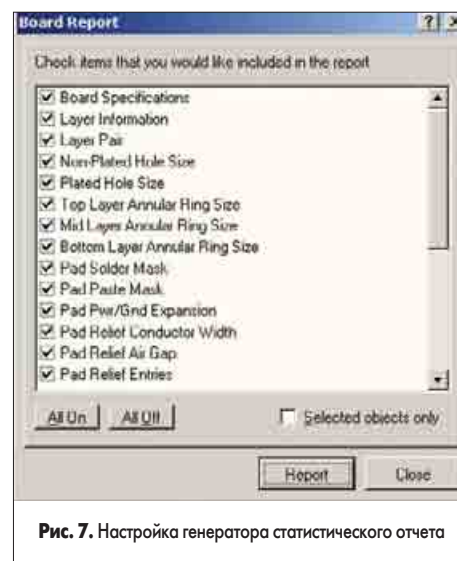

Рис. 7. Настройка генератора статистического отчета
2. Наждем кнопку Report, расположенную в нижней части окна. Откроется окно Board Report (рис. 7) со списком настроек генератора статистического отчета.